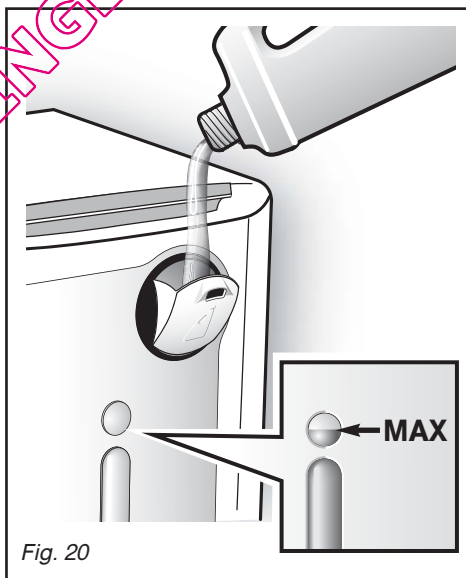

Fig. 20
– Versez la lessive par cette ouverture (Fig. 20).
**Si vous voulez remplir entièrement votre réservoir, prenez garde de ne pas dépasser le niveau maxi (Fig. 20).**